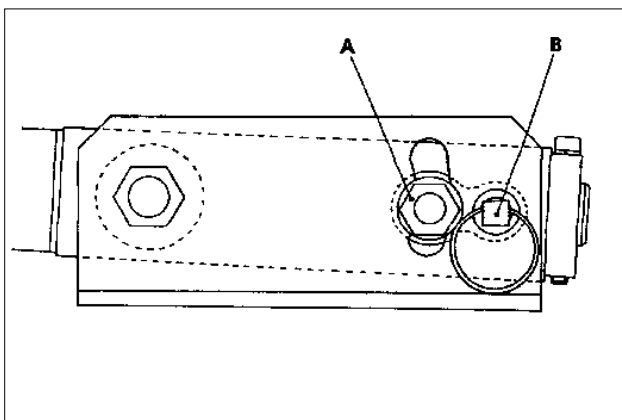

Fig.46
#### Second Position (Fig.46)
##### Tweede stand (afb. 46)
- (a) Placer la goupille à ressort (Ref.B Fig.46) dans l'orifice du pivot et le support et vérifier que l'orifice (B) dans le support est assis contre le haut de la goupille.
- (b) Serrer les contre-écrous avant (A).
##### Deuxième position (Fig.46).